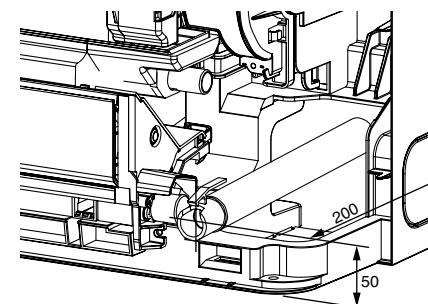

Fig. 8
- Al tender la tubería de drenaje, asegúrese de que la manguera de drenaje ① se tiende tal y como se indica a continuación. (Fig. 8)